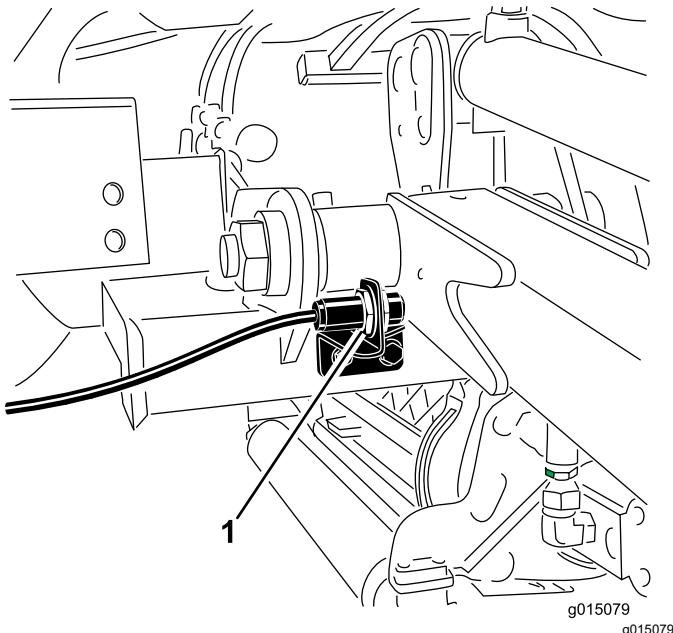

Figura 39
2. O interruptor do braço de elevação encontra-se por trás do braço de elevação direito dianteiro (Figura 39).
3. Solte os parafusos de montagem do interruptor (Figura 39) e desloque o interruptor para cima para aumentar a altura de viragem do braço de elevação ou desloque o interruptor para baixo para diminuir a altura de viragem do braço de elevação. Aperte os parafusos de montagem.